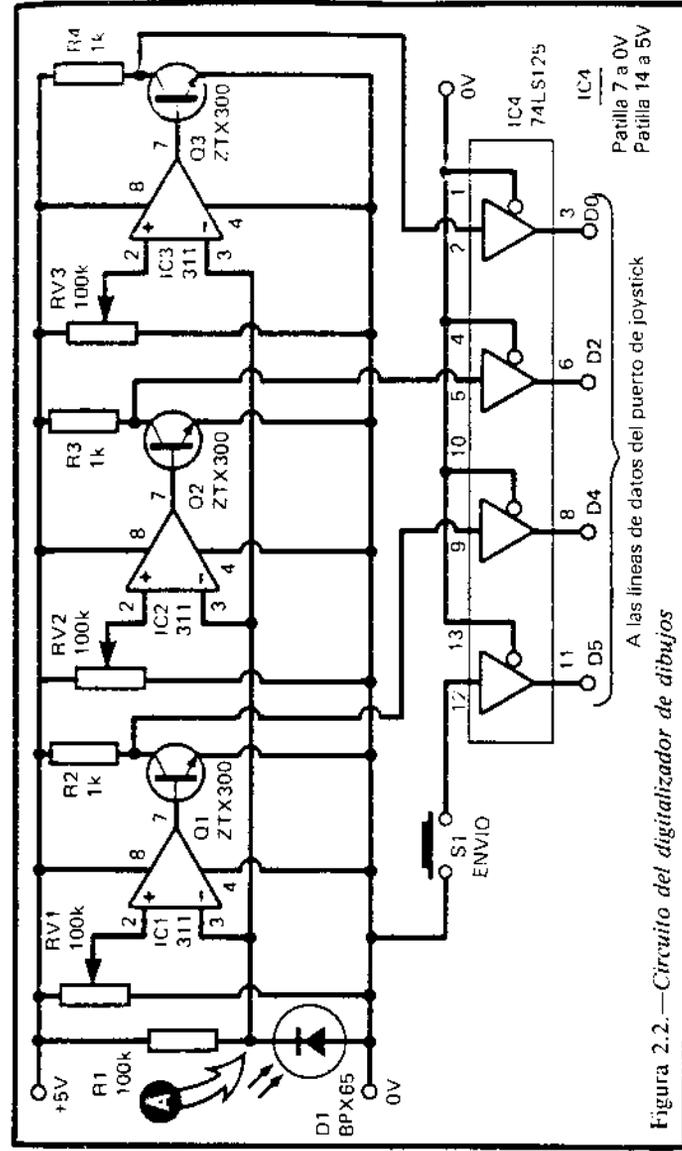

Figura 2.2.—Circuito del digitalizador de dibujos.
Si una muy pequeña cantidad de luz (la reflejada por un papel negro) alcanza D1, el voltaje de A deberá ser mayor que cualquiera de los voltajes de los potenciómetros, de tal manera que todas las salidas estén a nivel alto. Para valores intermedios (tonos de gris o colores), uno o más de los comparadores debe estar alto mientras los otros estén bajos. La salida de cada comparador alimenta un transistor. Cuando el comparador tiene una salida alta, el transistor conduce. El voltaje de su colector cae a 0V. El transistor invierte la salida del comparador. Este voltaje se alimenta al *buffer* IC4. Cuando el *buffer* se activa (véase el siguiente epígrafe) y se le alimenta un nivel bajo, este mismo nivel bajo pasa al *bus* de datos. Es decir, cuando el comparador tiene un nivel bajo, aparecerá un nivel alto en el *bus* de datos. Las diferentes posibles salidas del circuito se alistan en la tabla 2.1. La parte superior de la tabla muestra qué ocurre cuando no se pulsa el botón de transmisión (S1, figura 2.2). La patilla D5 está a nivel alto, mientras que las otras tres patillas pueden tener cualquier otro nivel. Con un Amstrad, una entrada alta en la patilla D5 hacen que JOY(0) devuelva el valor 0. Si alguna de las otras patillas está baja, el valor será mayor que 0. Como se ve en la tabla, el valor será siempre menor que 32 cuando el botón de transmisión no está pulsado. Con los ordenadores MSX utilizaremos STRIG(3) para detectar cuándo se ha pulsado el botón de transmisión. Cuando no se ha pulsado D5, está alta. El estado de las otras líneas no afecta a STRIG(3), que devuelve el valor 0. Cuando está pulsado el botón de transmisión, STRIG(3)